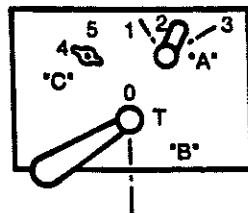

FIG. 3
- Fig.3: La llave B está colocada en la posición "T" (pantógrafos y condensadores de filtro BVR), queda puesto a tierra el equipo de alta tensión a través del seccionador (51BVR) y se descargan los condensadores de filtro.